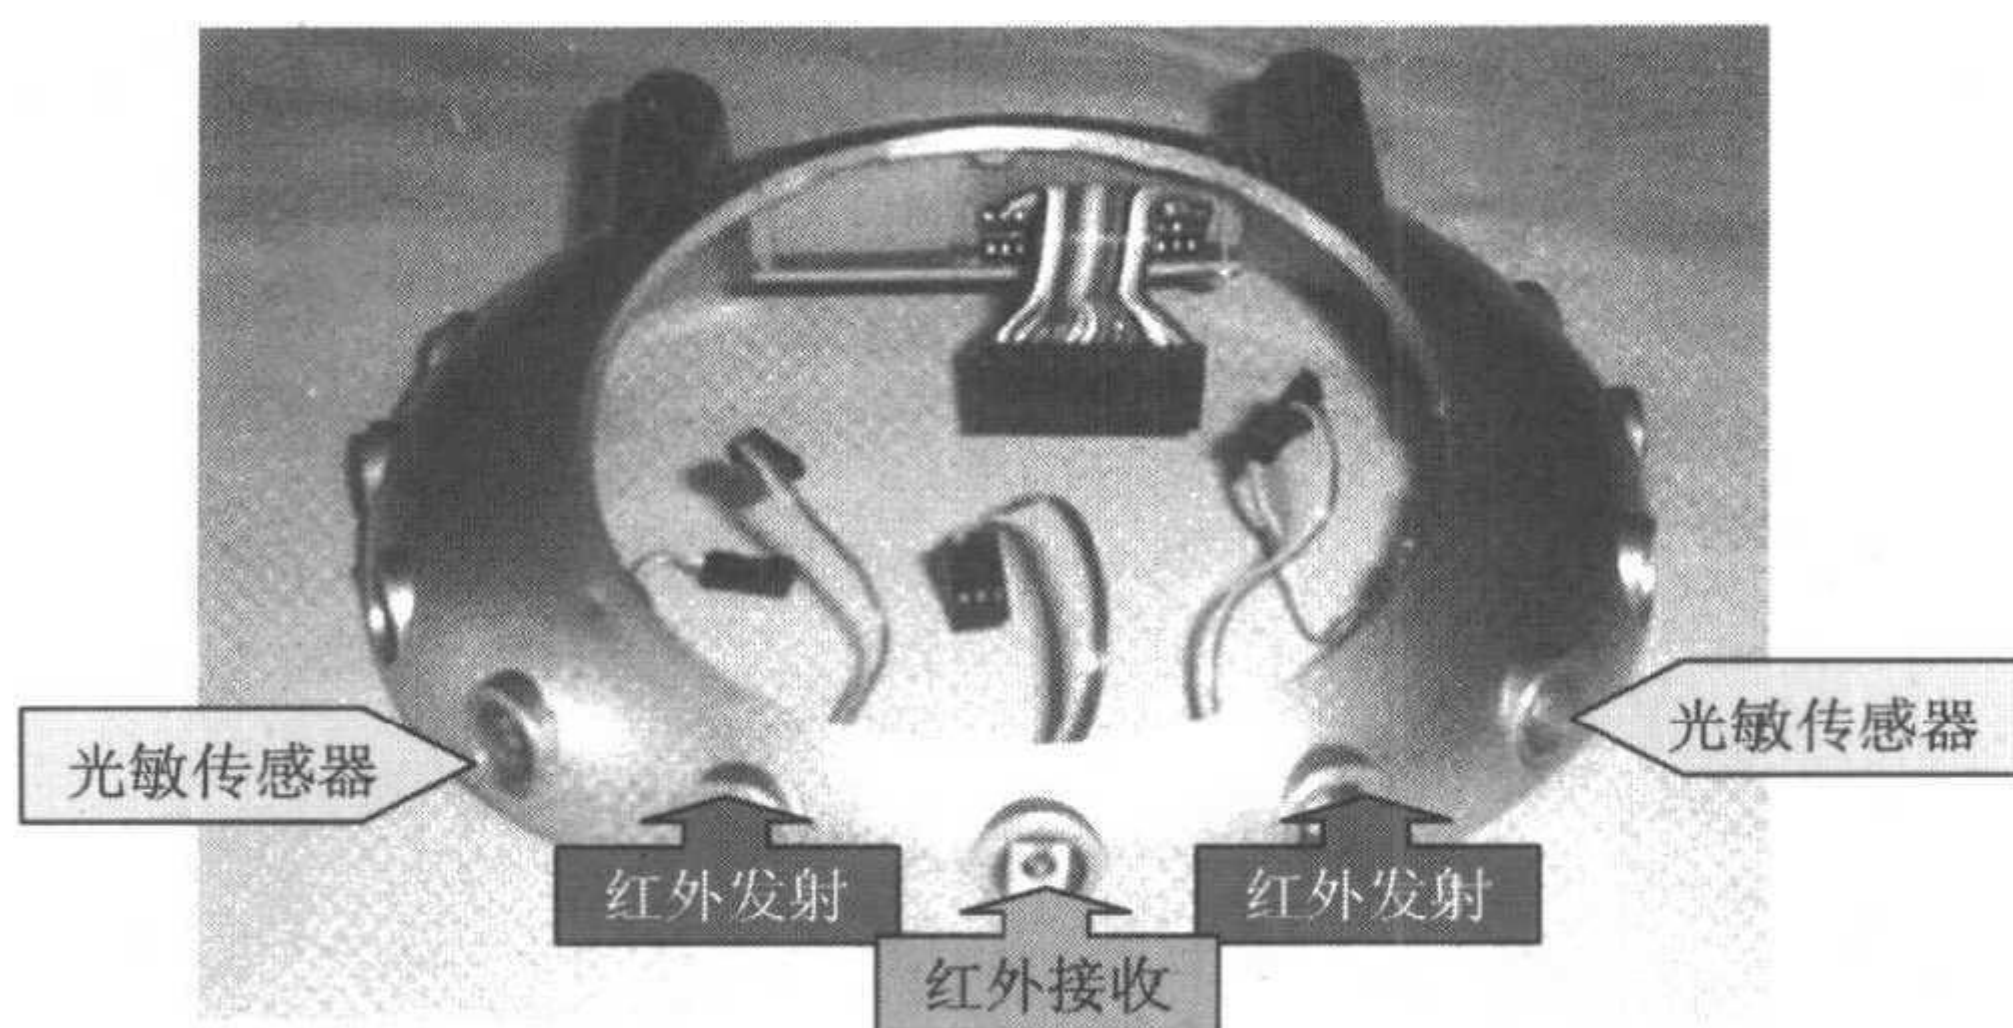
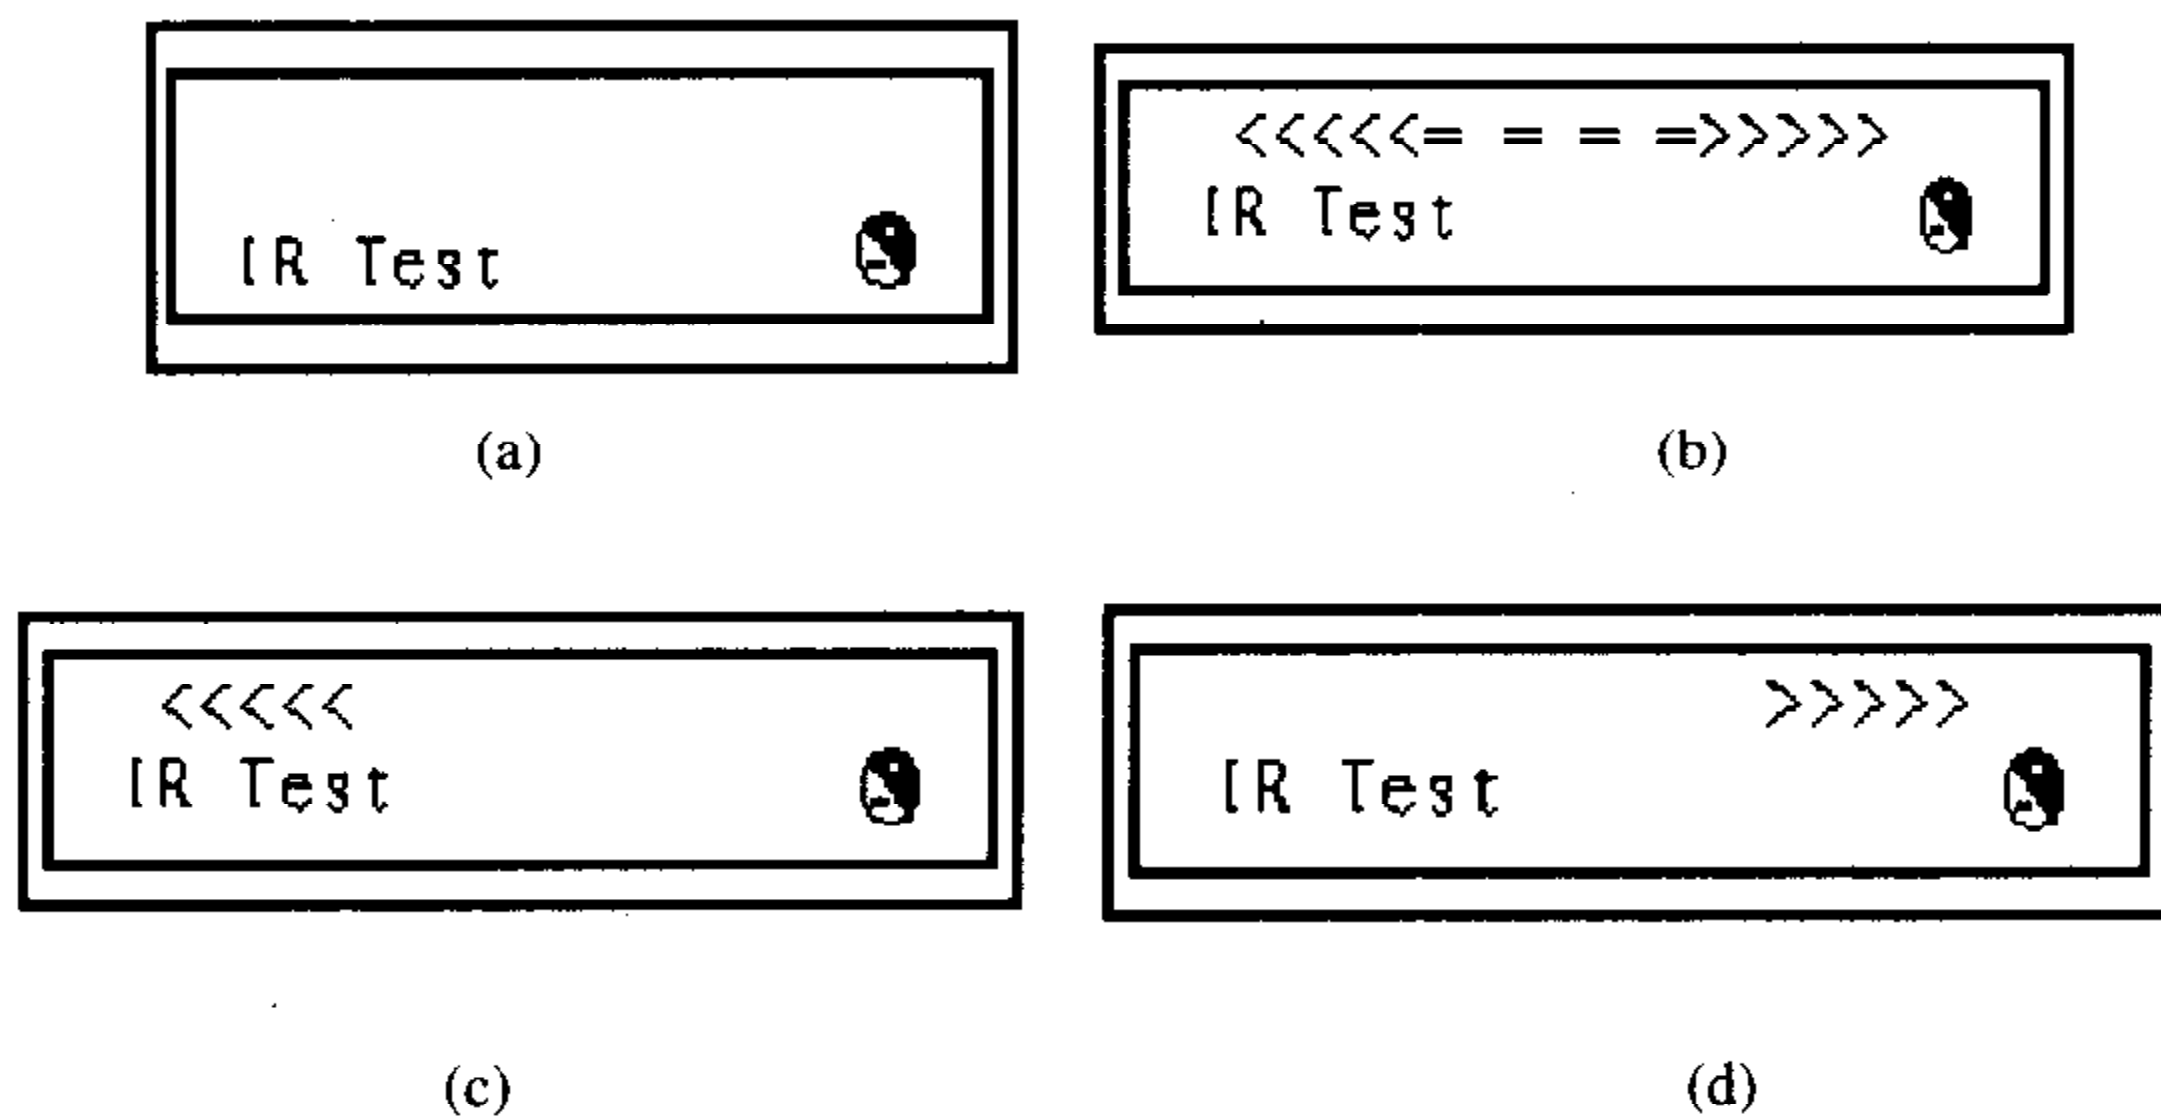

图 1.41 “视觉”传感器
图 1.43 红外检测示意图
机器人的光敏传感器安装在外壳上，如图 1.41 所示。两只光敏传感器一左一右，它的作用是识别来自外界的光线以及光线的强弱。
红外传感系统也安装在机器人的外壳上, 如图 1.41 所示, 左右两侧一边一只红外发射管, 中间一只红外接收模块, 红外传感器的作用是检测机器人前方、左前方、右前方是否有障碍物。好了, 你再按一下“复位”键, 看 LCD 显示屏已经出现了“IR Test”的提示, 如图 1.43(a)所示。
(1) LCD 显示屏如图 1.43(a) 所示时，表示前方没有障碍物。
(2) 当物体出现在机器人的正前方时，LCD 显示屏如图 1.43(b) 所示，表示前方有障碍。
(3) 当你将物体放在机器人的左侧时，LCD 显示屏如图 1.43(c) 所示，表示左侧有障碍。
(4) 当你将物体放在机器人的右侧时，LCD 显示屏如图 1.43(d) 所示，表示右侧有障碍。